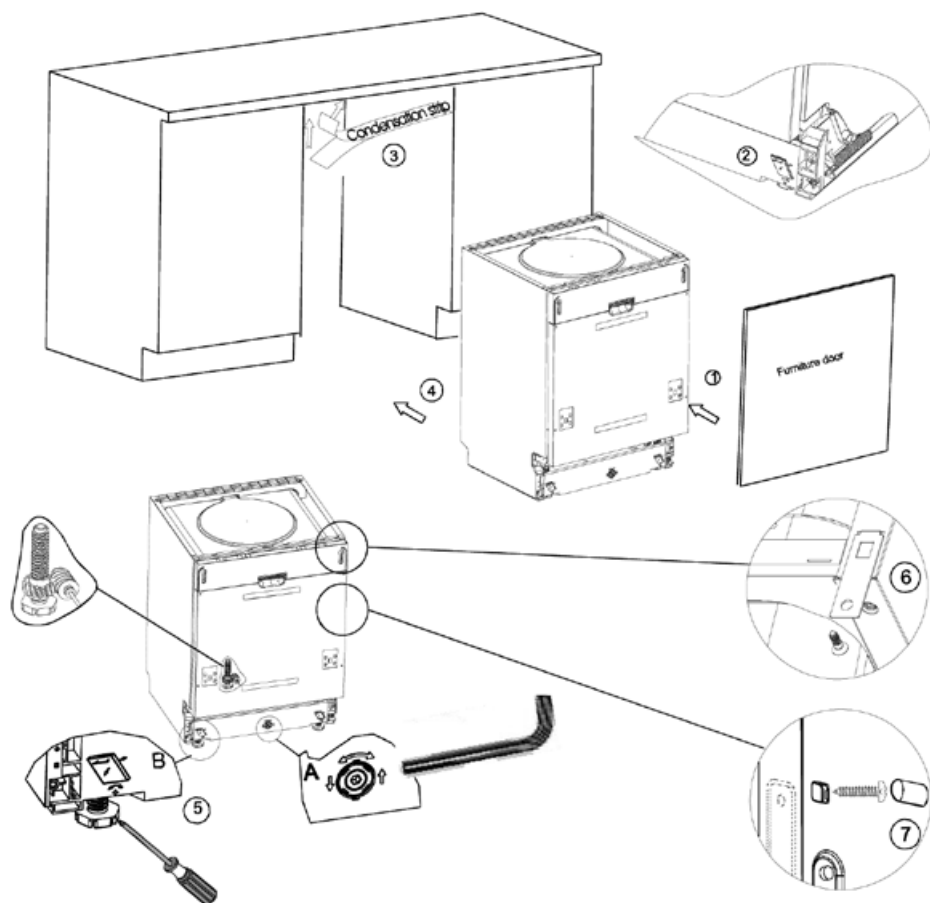

Рис. 7. Последовательность установки посудомоечной машины
1. Используя скобы, прикрепите декоративную дверцу от вашей мебели к дверце машины (см. п. 1 на рис. 7).
2. Отрегулируйте натяжение пружин дверцы при помощи торцевого ключа, поворачивая его по часовой стрелке для натяжения пружины и против часовой стрелки для того, чтобы ослабить пружины дверцы. Невыполнение данной операции может привести к повреждению посудомоечной машины (см. п. 2 на рис. 7).
6. Поместите посудомоечную машину на направляющие (см. п.4 на рис. 7).
9. Выровняйте машину. Задние ножки можно регулировать винтами, расположенными спереди (см. п. 6а на рис. 7). С помощью ключа отрегулируйте передние ножки (см. п. 6в на рис. 7).
А. Если у Вас столешница из дерева или ДСП, прикрутите машину к ней шурупами по дереву, будьте осторожны, вес машины может вырвать шурупы из дерева (см. п. 7 на рис. 7).
В. Если у Вас мраморная или гранитная столешница используйте скобы, чтобы прикрепить машину к стенам соседней мебели, при этом необходимо закрыть винты резиновыми шляпками, чтобы не повредить столешницу (см. п. 8 на рис. 7).
2. Машина разработана так, чтобы пользователь мог регулировать ножки, используя винты в передней части (см. рис. 7).